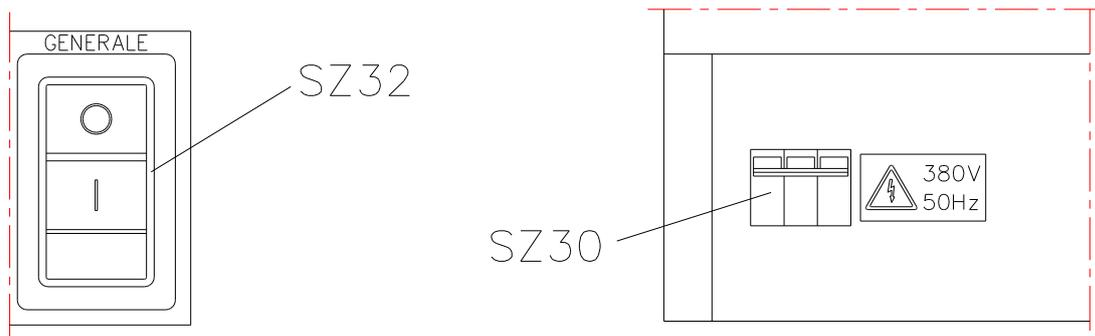

fig. 6
8.1 SZ30 - INTERRUTTORE GENERALE fig. 6
8.2 SZ32 - INTERRUTTORE DI SERVIZIO fig. 6